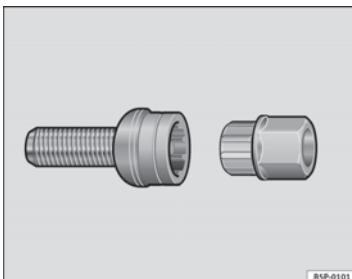

Fig. 140 Tornillo antirrobo de la rueda
- Coloque el adaptador hasta el tope en el tornillo antirrobo de la rueda ⇒ fig. 140.